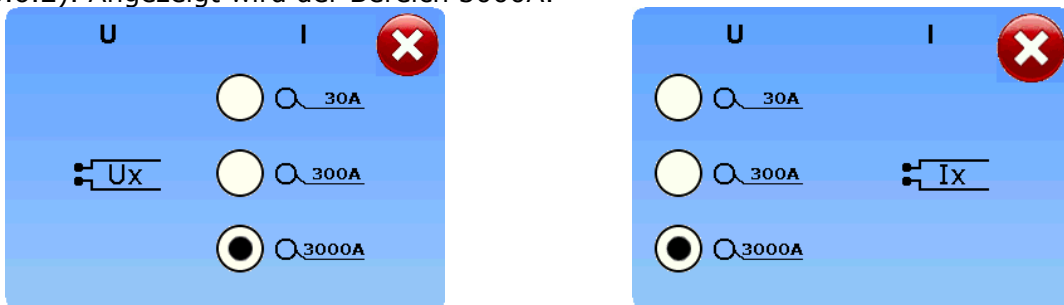

Abb.6.2. Fenster für die Bereichsumschaltung / FCT3000A Zange verbunden mit Eingang I und U
- Drücken Sie das Symbol oder um das Fenster FCT3000A selection range zu erreichen (☞ Abb.6.2). Angezeigt wird der Bereich 3000A.